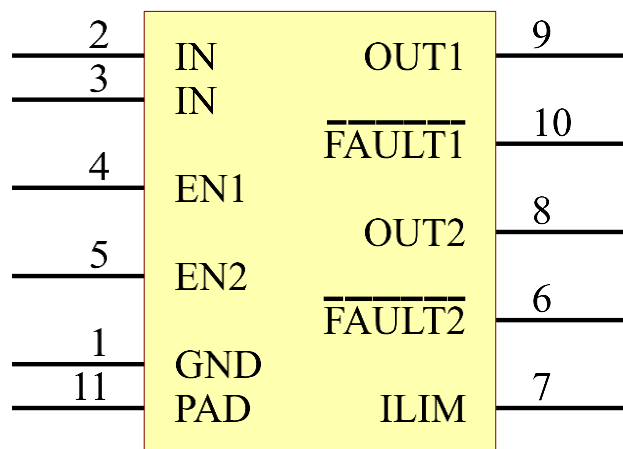

图 1 TPS2561 引脚功能示意图
- 1、在原理图库文件中，根据图 1 给出的元件引脚功能示意图绘制原理图库元件，要求元器件管脚序号名称与图 1 标注的保持一致，命名为 TI_TPS2561，并在后续抄画原理图时调用。